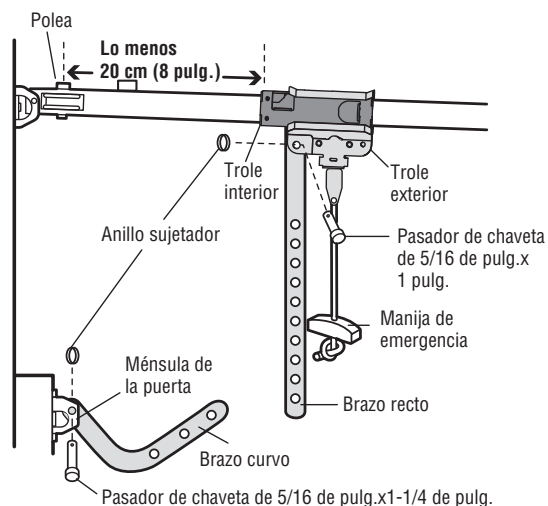

Figura 2
4. Junte las dos secciones. Busque dos pares de orificios que estén alineados y una las secciones. Seleccione dos orificios que estén tan separados como sea posible para aumentar la rigidez del brazo de la puerta (Figura 2).